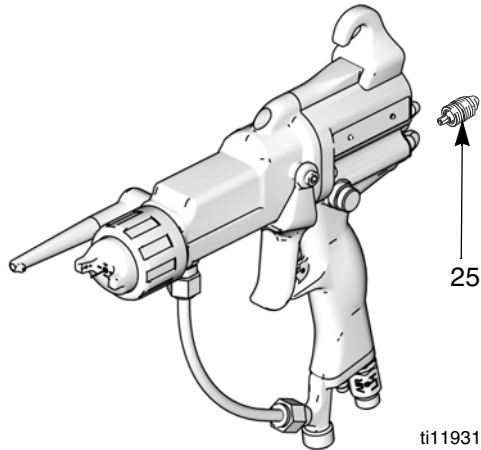

ABB. 20. Materialeinstellventil
2. Das Materialeinstellventil (25) ausbauen. Ein Austauschen ist nur als kompletter Satz möglich. Siehe ABB. 20.
3. Das Ventil (25) in den Pistolengriff schrauben. Mit 15-25 in-lb (1,7-2,8 N•m) festziehen.